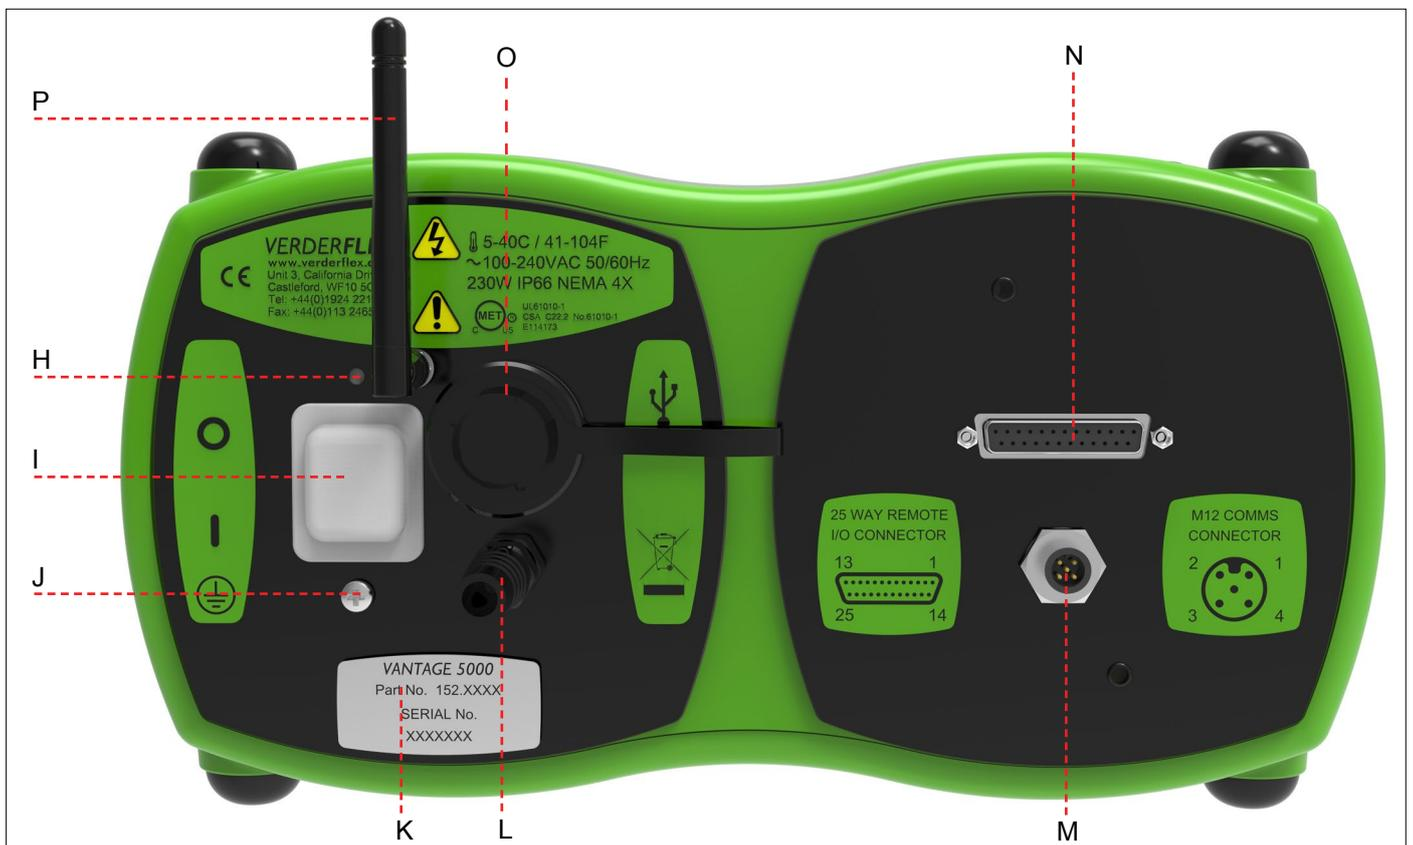

Figure 3 Arrière de la pompe
- ▶ Si la prise secteur ne dispose pas de broche de terre, le goujon de mise à la terre situé à l'arrière de la pompe (→ *Figure 3*) doit être utilisé à la place de la broche de terre de la prise secteur.